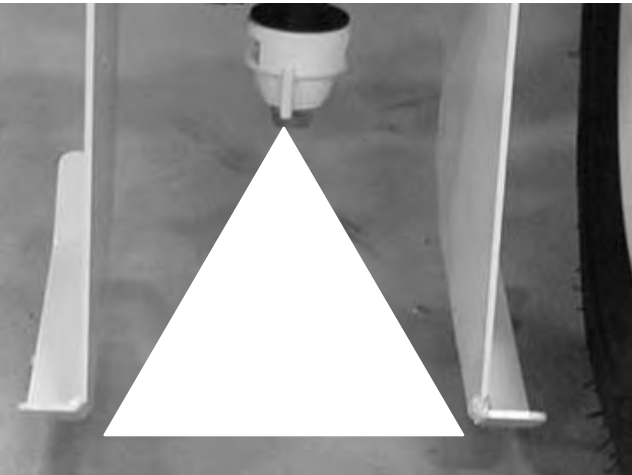

Figure 23
- 5. Soulevez ou abaissez le tube de la buse jusqu'à ce que la peinture soit pulvérisée légèrement en dessous des plaques (Fig. 23).